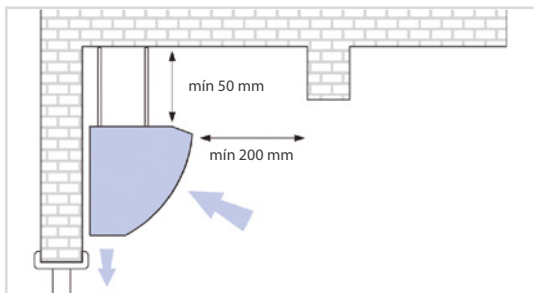

Figura 1
- La cortina de aire se montará lo más cerca posible del borde superior de la puerta, en caso de cortinas horizontales y en el caso de instalación vertical lo más cerca del borde lateral de la puerta (ver figura 1).